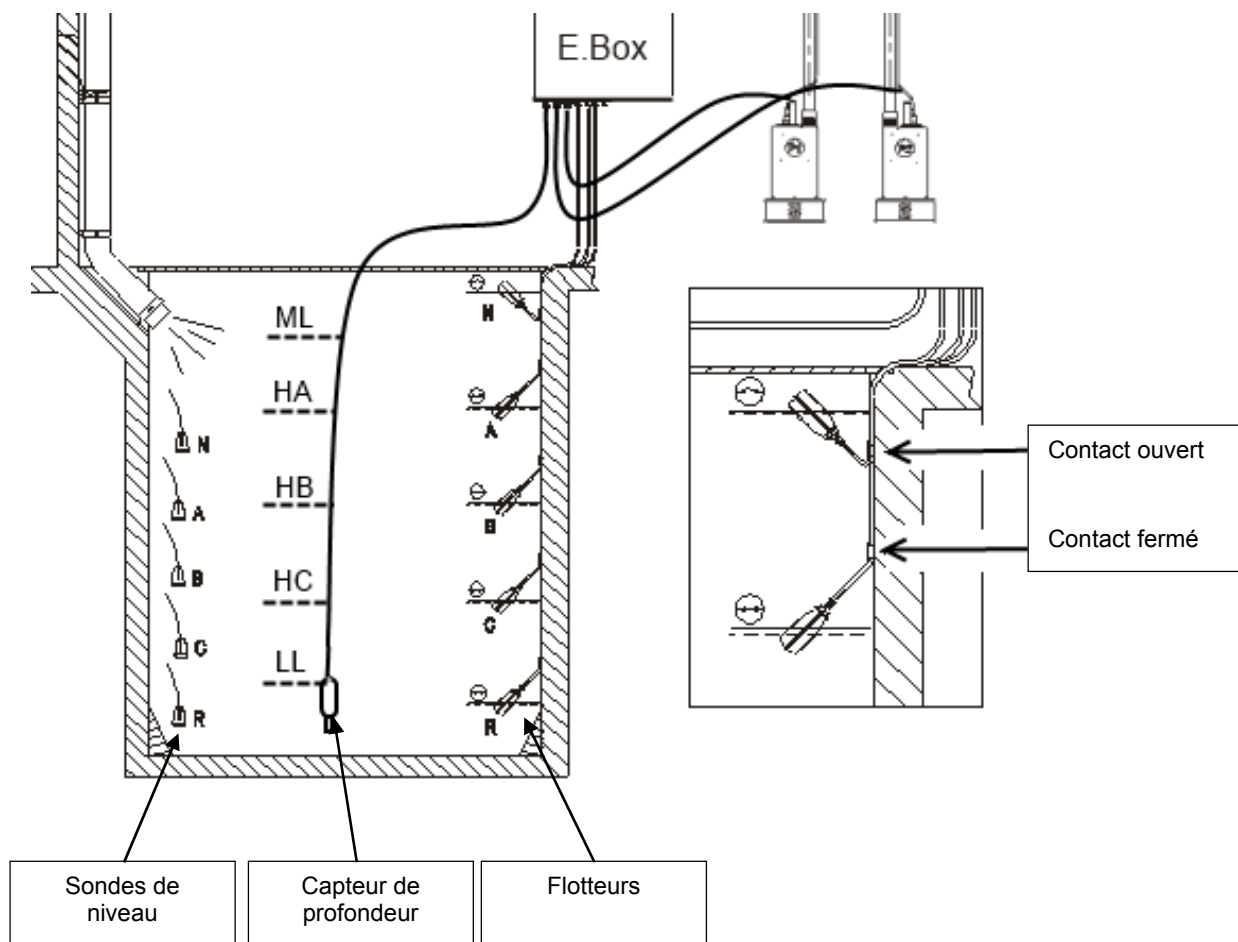
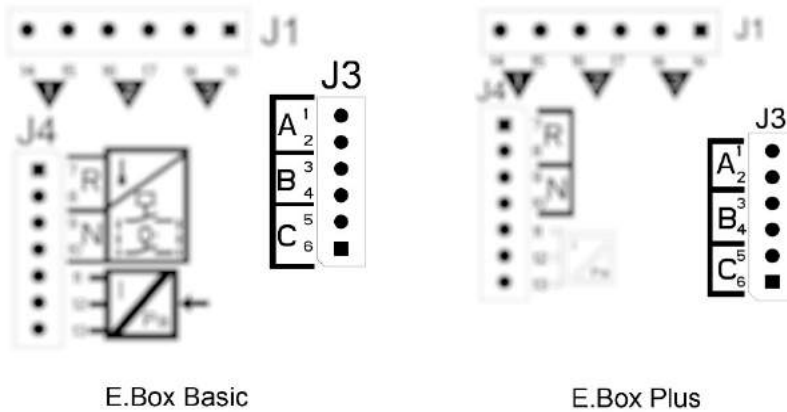

Figure 19 : Schéma des entrées du système de remplissage
Figure 22 : Entrées
- Utiliser des flotteurs pour le remplissage, un contact fermé au niveau d'eau bas, voir la Figure 19 Schéma entrées système de remplissage.
- **Système à 2 flotteurs** : dans ce cas, il faut utiliser les entrées B et C (ne pas utiliser A). Dans la cuve, les flotteurs doivent être placés comme illustré à la Figure 19. Pour l'installation électrique, se reporter à la Figure 22.
- **Système à 2 sondes de niveau** : dans ce cas, il faut utiliser les entrées B et C (ne pas placer de pont sur A). Dans la cuve, les sondes de niveau doivent être placées comme illustré à la Figure 19. Pour l'installation électrique, se reporter à la Figure 22.
- **Système à 3 flotteurs ou sondes de niveau** : dans ce cas, il faut utiliser les entrées A, B et C. Les flotteurs ou sondes de niveau doivent être installés comme illustré à la Figure 19. Pour l'installation électrique, se reporter à la Figure 22.